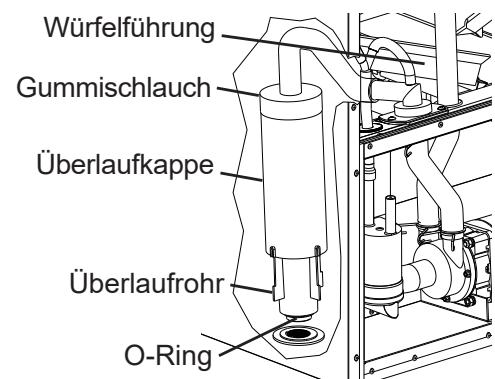

Abb. 6
- 7) Die Eiswürfelführung nach rechts schieben und die Gummikappe und die Hülse vom Überlaufrohr entfernen. Siehe Abb. 6. Das Überlaufrohr abschrauben. Nach dem Entleeren des Wassertanks das Überlaufrohr wieder anschließen. Den Gummischlauch, die Überlaufkappe und die Eiswürfelführung wieder anbringen. **HINWEIS!** Sicherstellen, dass der O-Ring an der Unterseite des Überlaufrohrs angebracht ist und das Überlaufrohr nicht schräg eingeschraubt ist.
- 4) Die vordere Isolationsblende entfernen und die Eiswürfelführung nach rechts schieben. Die Gummikappe und die Hülse vom Überlaufrohr entfernen. Siehe Abb. 6. Das Überlaufrohr abschrauben. Nach dem Entleeren des Wassertanks das Überlaufrohr wieder anschließen. Den Gummischlauch, die Überlaufkappe, die Eiswürfelführung und die vordere Isolationsblende wieder anbringen. **HINWEIS! Sicherstellen, dass der O-Ring an der Unterseite des Überlaufrohrs angebracht ist und das Überlaufrohr nicht schräg eingeschraubt ist.**